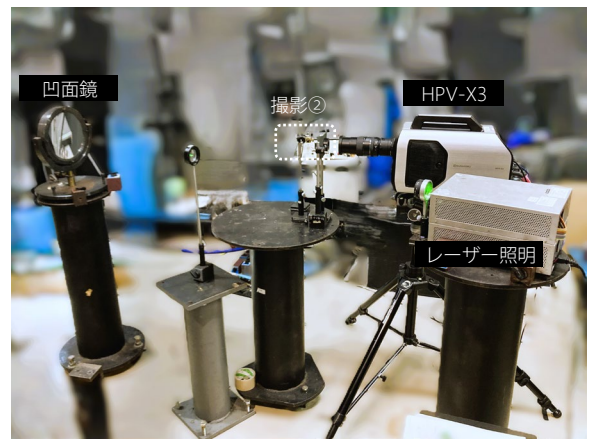
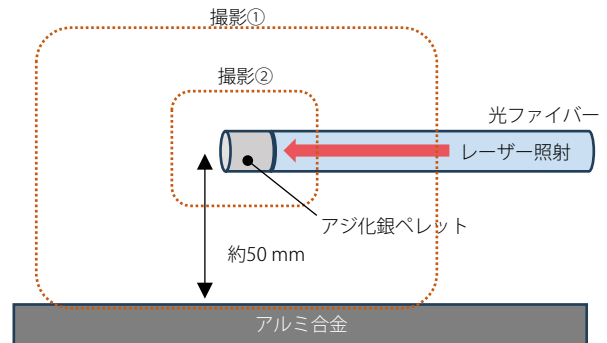
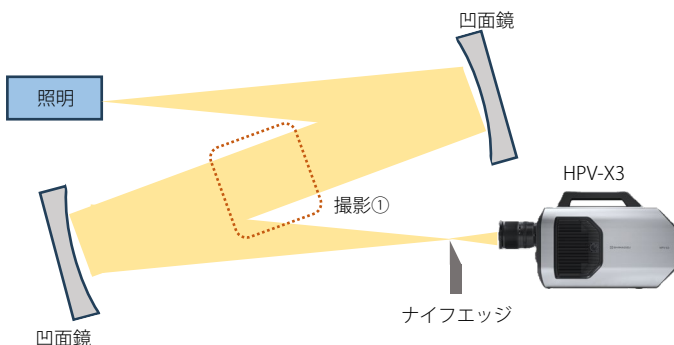

図 2 撮影②の様子
図 3 アジ化銀ペレットと光ファイバー
図 1 撮影①の模式図
試験片には直径約0.8 mmのアジ化銀ペレットを用いました。撮影は、シュリーレン法およびシャドウグラフ法を用いて衝撃波を可視化しています。図1に撮影①の模式図を示します。図2に撮影②の様子を示します。撮影①では、Z型のシュリーレン法を用いています。図3に撮影①、撮影②の模式図を示します。直径約0.8 mmのアジ化銀ペレットを光ファイバー先端に取り付け、レーザーを照射することでアジ化銀ペレットを起爆させました。撮影①では、起爆時に発生した衝撃波が伝播していき、アルミ合金に反射する様子を、撮影②ではアジ化銀ペレット近傍を撮影しました。表1に撮影条件をまとめます。